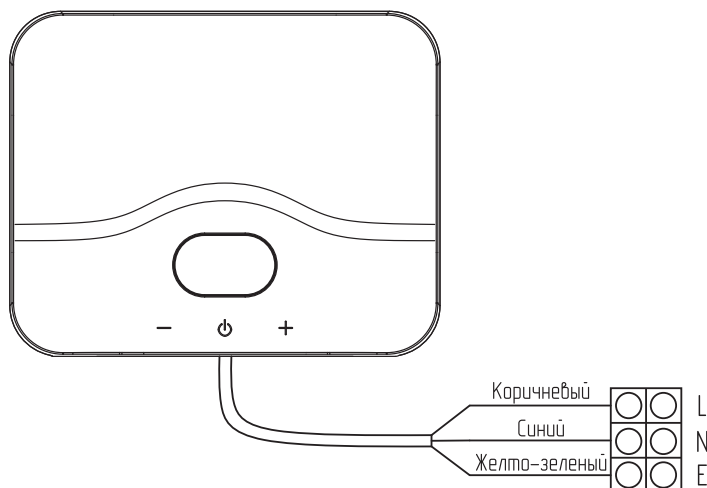

Рис.8 Схема подключения водонагревателя
1. Подключите кабель к клеммным колодкам. Над клеммными колодками расположен значок подсказки. Схема подключения показана на **Рис.8**.